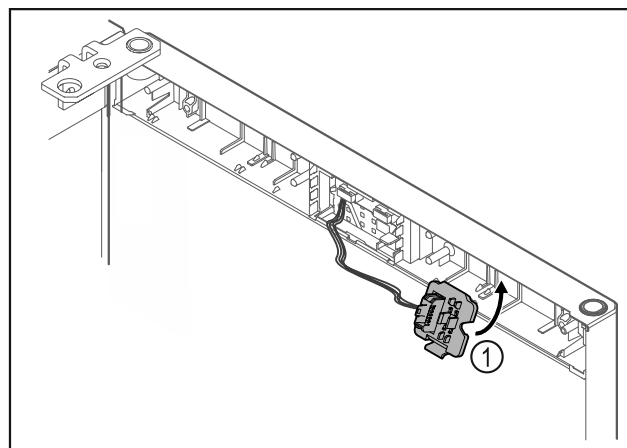

Fig. 22
- ▶ Steckerhouder Fig. 22 (1) aan tegenoverliggende zijde vergrendelen.